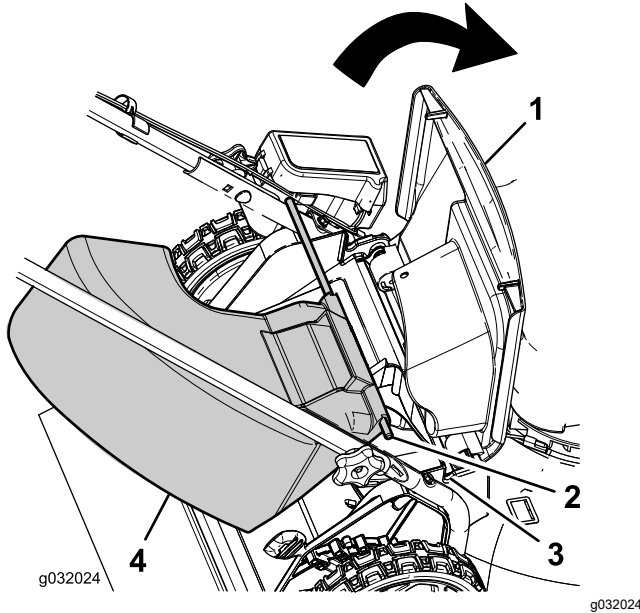

Figura 15
1. Tirate verso l'alto il deflettore posteriore (Figura 15).
2. Inserite le estremità dell'asta del camino di scarico laterale nelle tacche sulle staffe della stegola (Figura 15).